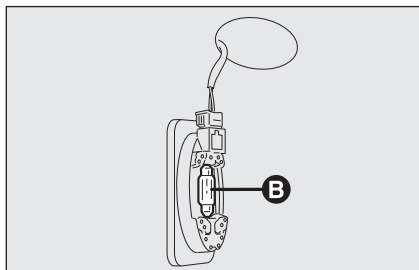

fig. 43
- ❑ remplacer l'ampoule **B-fig. 43** en la dégageant des contacts latéraux en s'assurant que la nouvelle ampoule soit correctement bloquée entre les contacts mêmes;